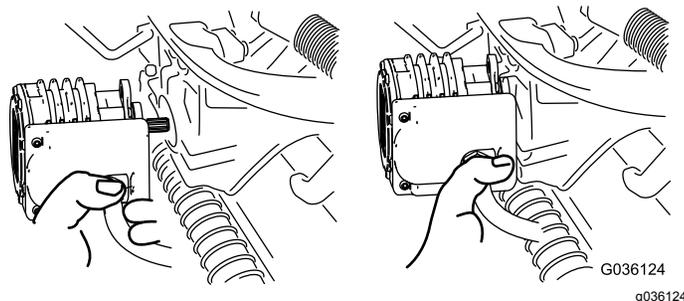

Рисунок 52
4. Переместите электродвигатель на место хранения на передней стороне рычага подвески (Рисунок 52).